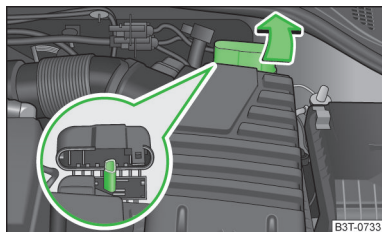

Fig. 186
Sur les véhicules dont la batterie est située dans le coffre à bagages, il n'est possible de brancher le pôle positif de la batterie fournissant le courant que sur le point d'aide au démarrage dans le compartiment moteur du véhicule à démarrer » fig. 186.
- Relevez le capuchon de protection du point d'aide au démarrage dans le sens de la flèche » fig. 186.